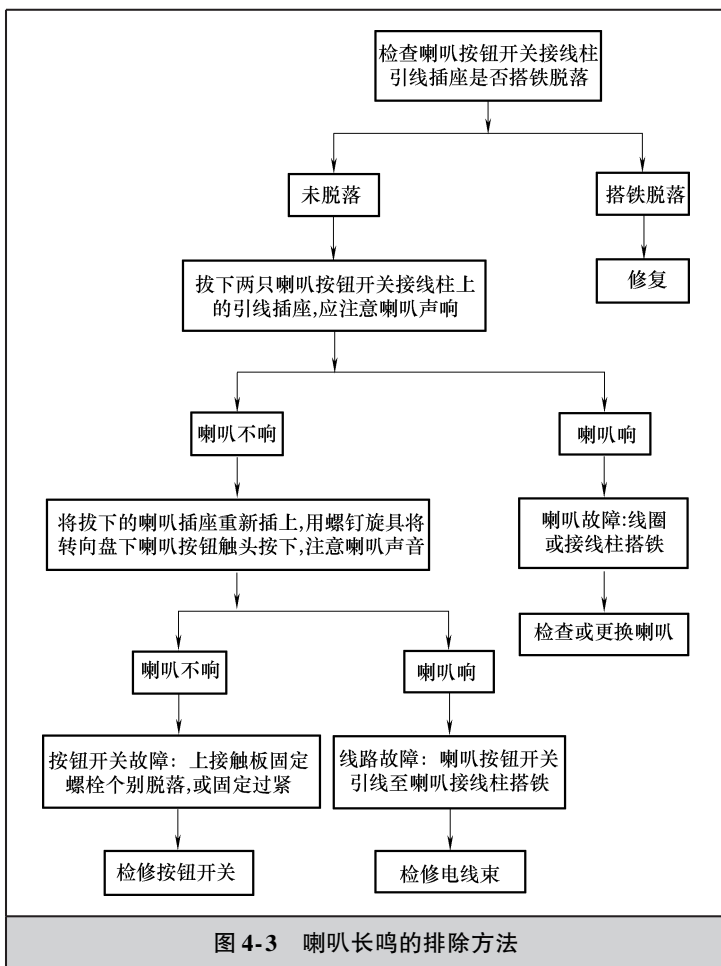

图 4-3 喇叭长鸣的排除方法
2) 喇叭长鸣。行车中，或接通电源开关后，喇叭长鸣不止。排除方法如图 4-3 所示。